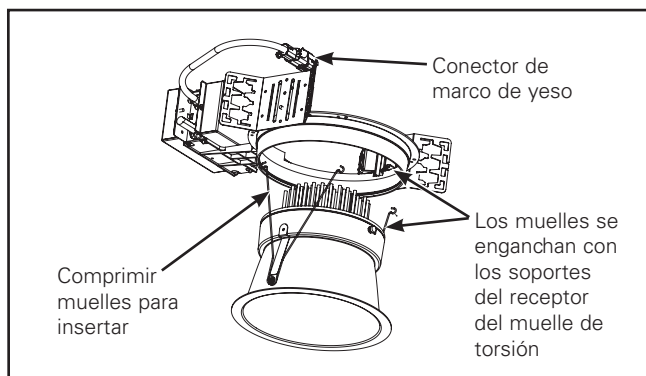

Figura 8.
6. Instale el motor de la luminaria LED y la unidad de la moldura insertando los muelles de torsión en los receptores del muelle, ubicados dentro del alojamiento. (Figura 8.)